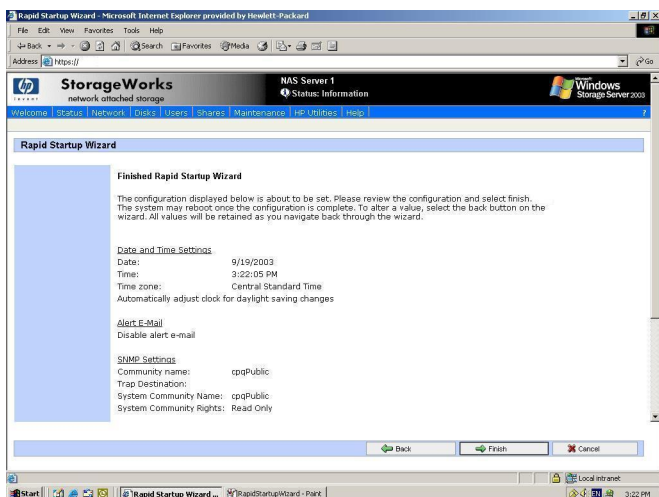

图 2 “快速启动向导”的配置查看屏幕
8. 显示配置查看屏幕（如图 2 所示）时，请验证其中的信息是否正确。